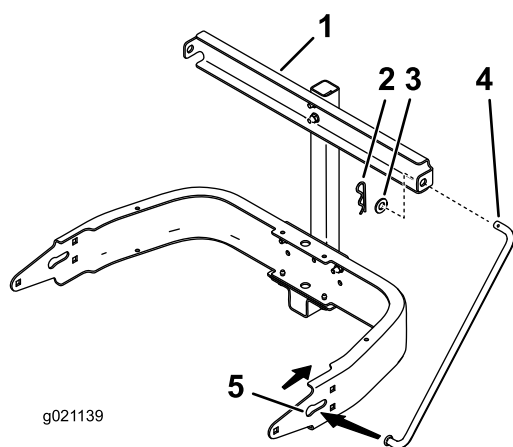

Figura 2
5. Deslize a extremidade da barra de suporte, sem o furo, para a ranhura da chave na estrutura (Figura 2).
6. Instale a outra extremidade da barra de suporte através do suporte de apoio e prenda com uma anilha de cabeça chata e um contrapino (Figura 2).